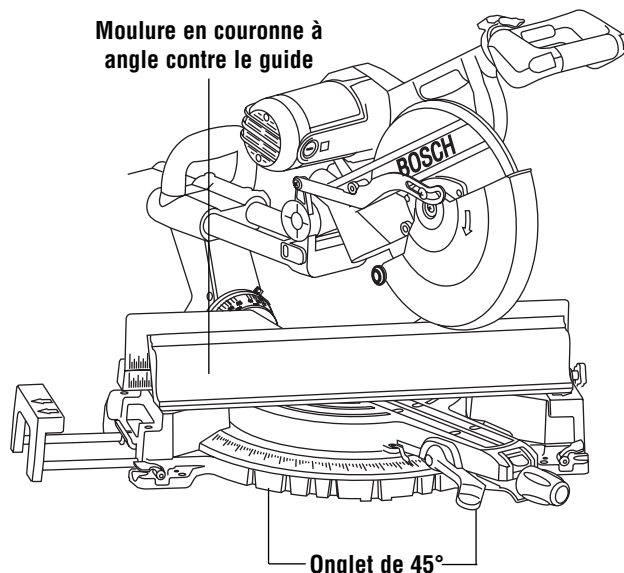

Figure 36. Moulure en couronne à angle par rapport à la table et au guide
2. Pour les coins à 90°, réglez l'angle d'onglet en vous servant du tableau ci-dessous. Serrez les bouton de blocage de l'onglet (Figure 36).